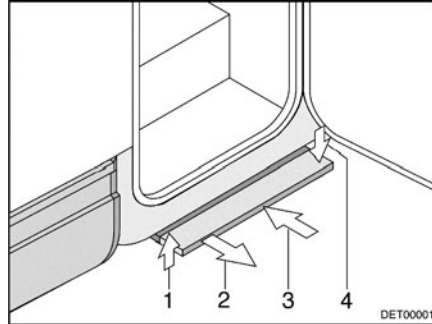

Fig. 6 Escalón de entrada operable eléctricamente
- Tirar del escalón de entrada hacia delante (Fig. 6,2) hasta que encastre.
- Levantar ligeramente el escalón de entrada (Fig. 6,1).
- Insertar el escalón de entrada hasta el tope por debajo del piso del vehículo (Fig. 6,3). Prestar atención a que encastre el escalón de entrada (Fig. 6,4).